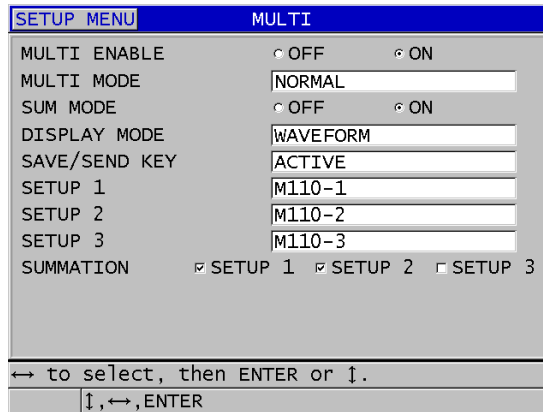

Abbildung 7-7 Einstellung der Parameter zum Messen von mehreren Schichten im normalen Modus
5. Verfahren Sie im Fenster **MULTI** (siehe Abbildung 7-7 auf Seite 123) wie folgt: